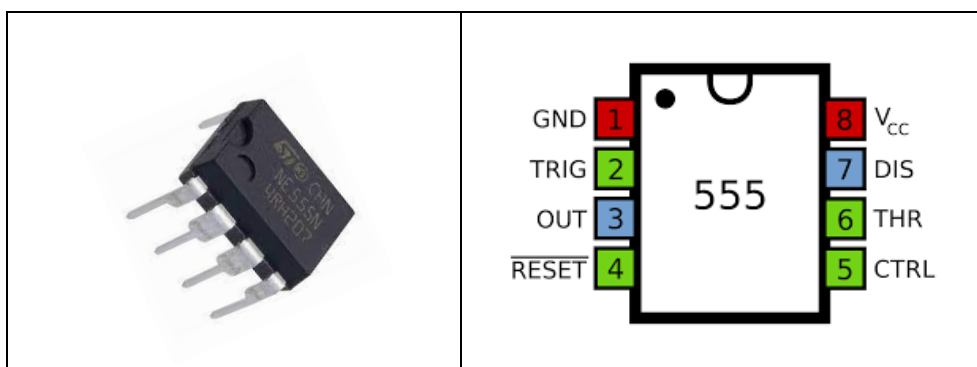

Figura 8. O CI 555
A figura 8 mostra Circuito Integrado (CI) 555, que pode ser configurado como um multivibrador.